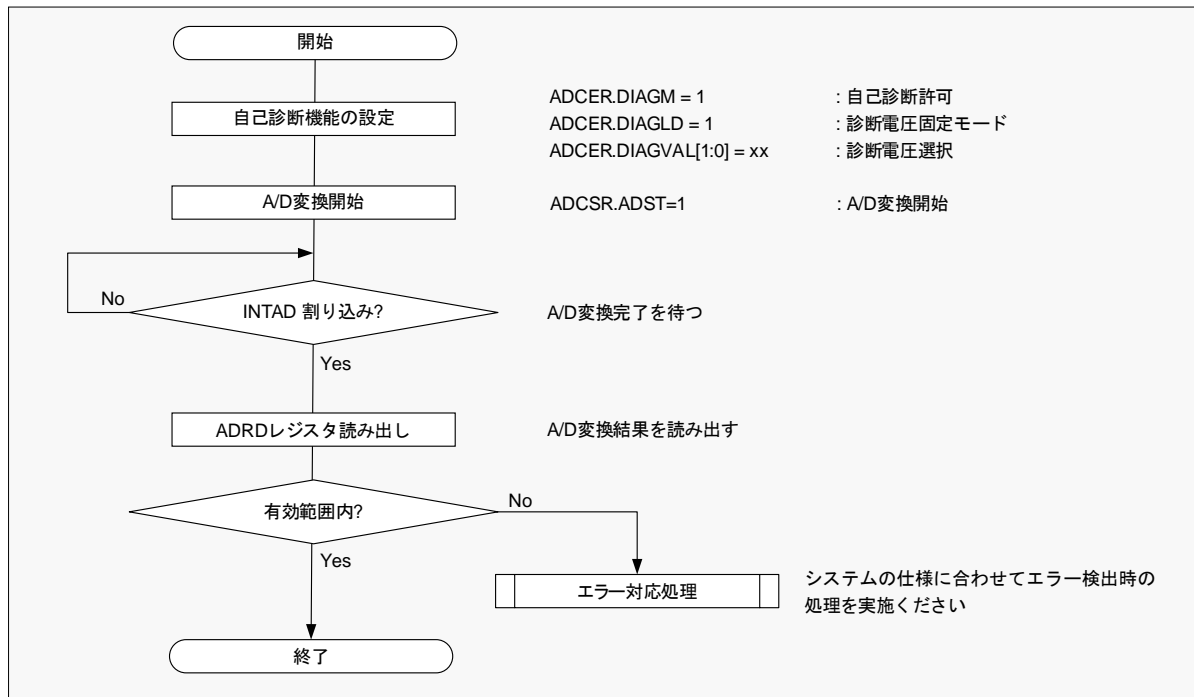

図 13-2 A/D テスト機能（自己診断機能）のフロー・チャート
P.55	「図 13-2 A/D テスト機能（自己診断機能）のフロー・チャート」を改訂。